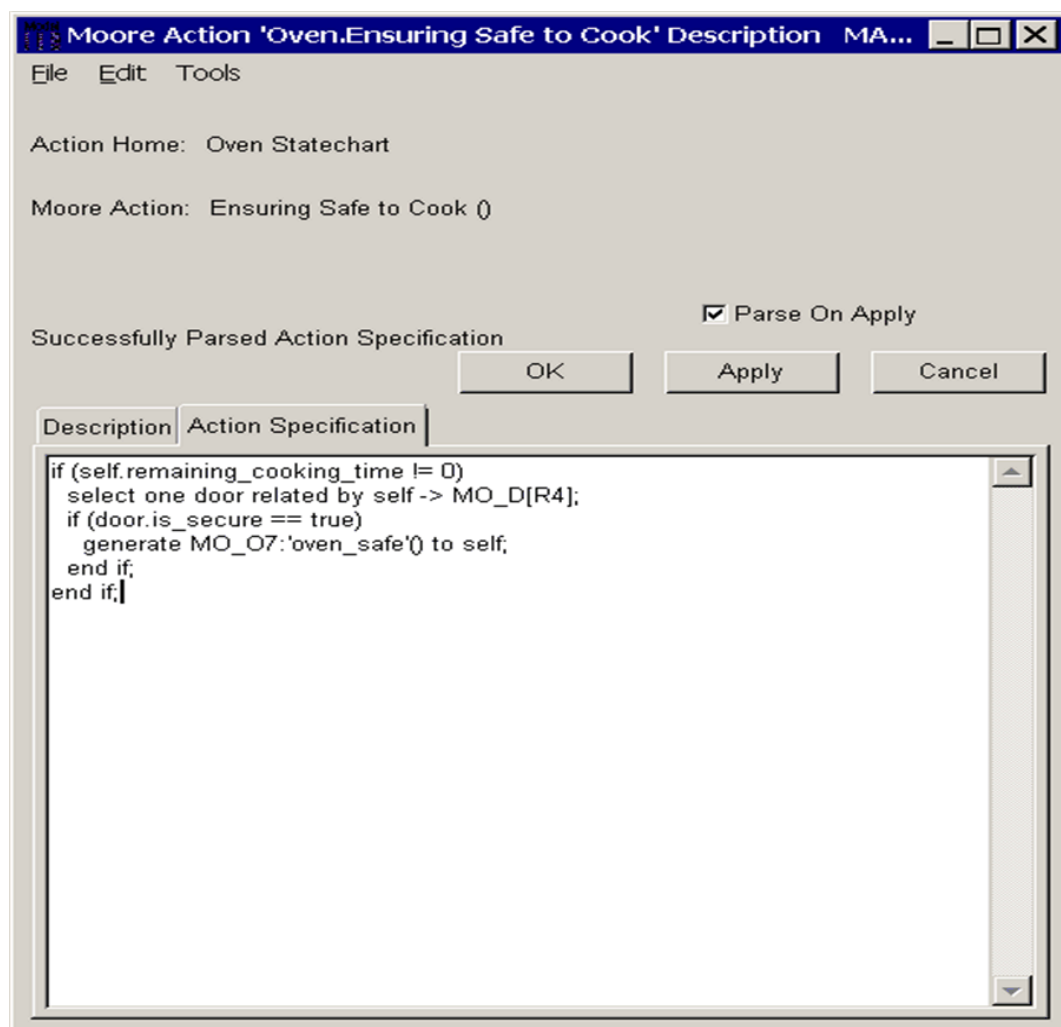

図 6-8: Moore アクション記述エディタ
□ 図 6-8 に示すように、次のアクション仕様を入力します。
□ [Parse On Apply] チェックボックスをオンにします (図 6-8 を参照)。